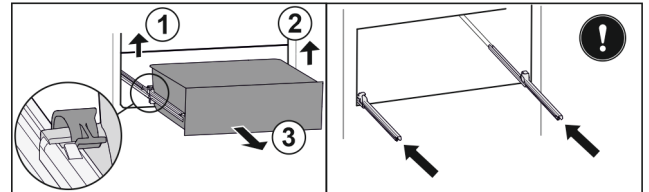

Fig. 91
- Sollevare il morsetto sinistro e allo stesso tempo tirare in avanti il cassetto sinistro. Fig. 91 (1)
- Sollevare il morsetto destro e allo stesso tempo tirare in avanti il cassetto destro. Fig. 91 (2)
- Rimuovere il cassetto tirandolo in avanti. Fig. 91 (3)